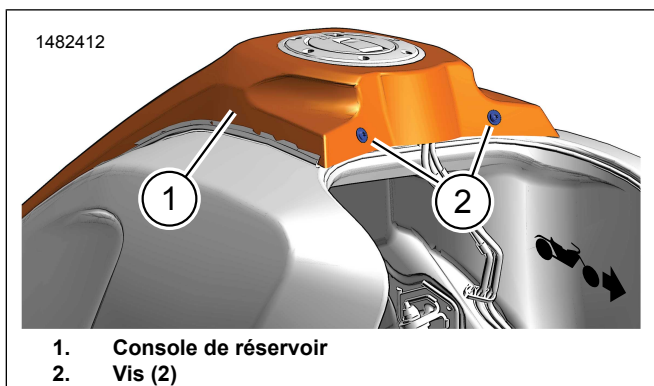
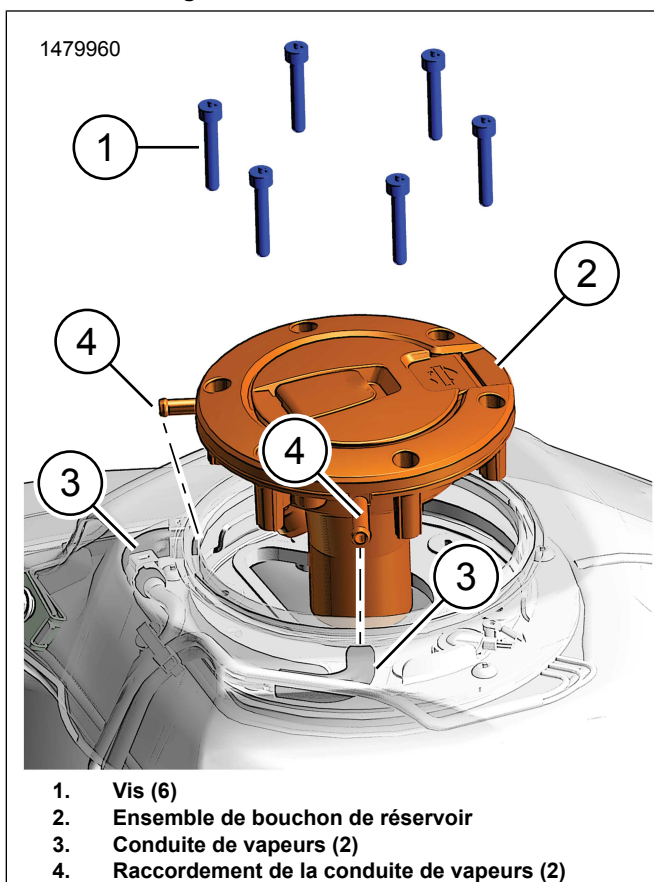

Figure 2. Console de réservoir
Figure 3. Retrait de l'ensemble de bouchon de réservoir
1. Voir la Figure 2. Retirer la console de réservoir (1).
- a. Retirez les vis (2).
2. Voir la Figure 3. Retirer le bouchon de réservoir actuel.
- b. Déconnecter les conduites de vapeurs (3).
- c. Enlevez les vis (1). Conserver.
- Voir la Figure 3. Connecter les conduites de vapeurs (3).